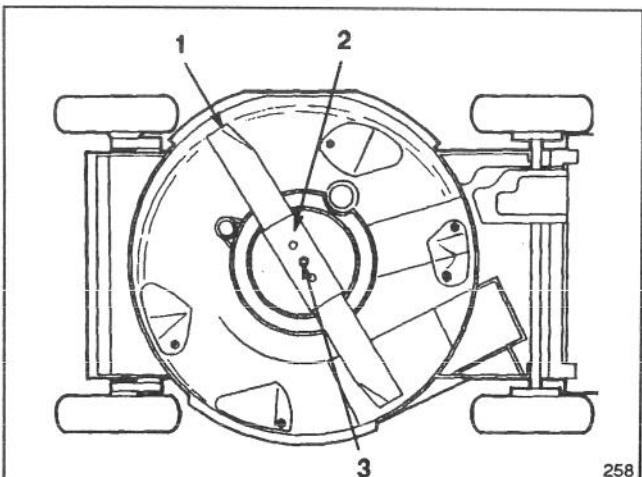

Abb. 25
3. Den Mäher auf die rechte Seite kippen (Abb. 25). Das Messer nicht drehen, da es sonst Startprobleme geben könnte.
5. ENTFERNEN DES MESSERS – Das Endstück des Mähmessers mit einem Lappen oder einem dicken Handschuh anfassen. Entfernen Sie Messerbolzen, Fächerscheibe, Messerverstärker und Messer (Abb. 25).